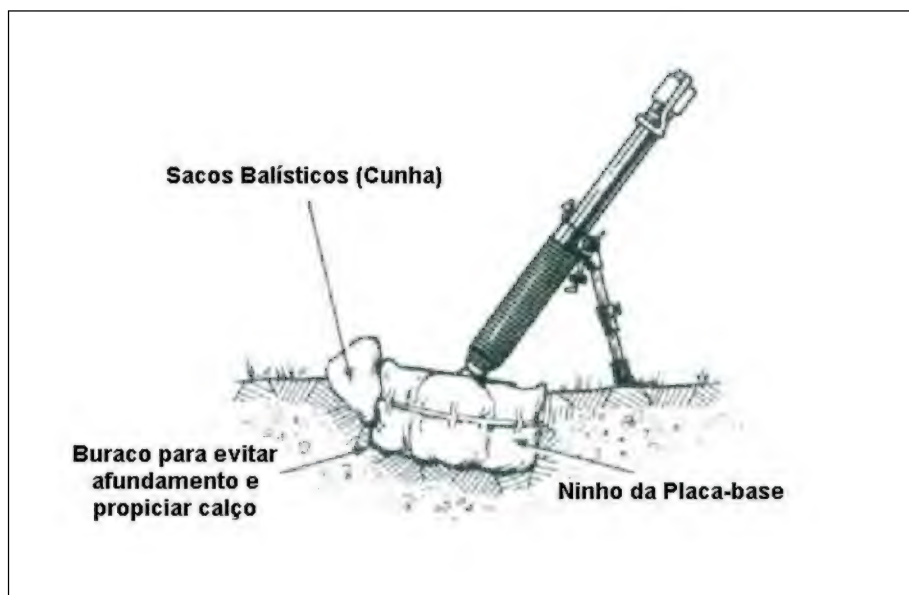
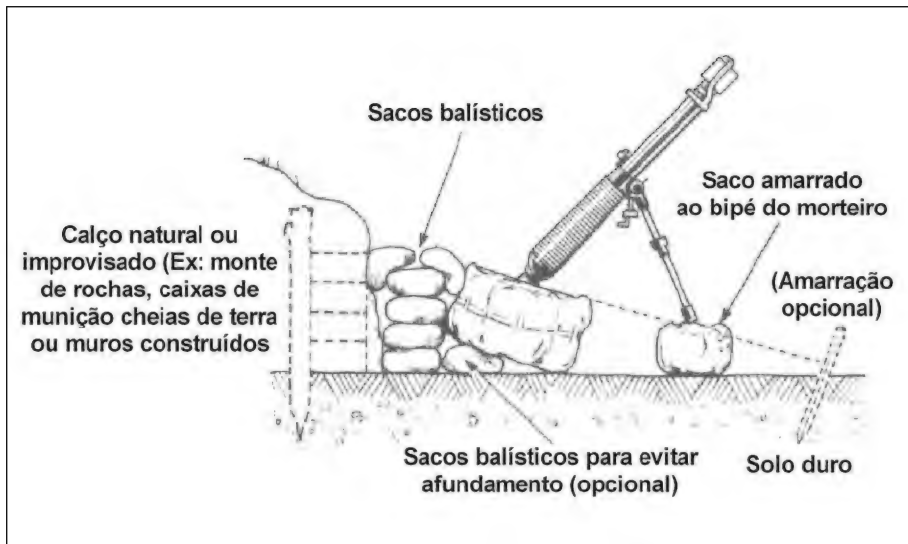
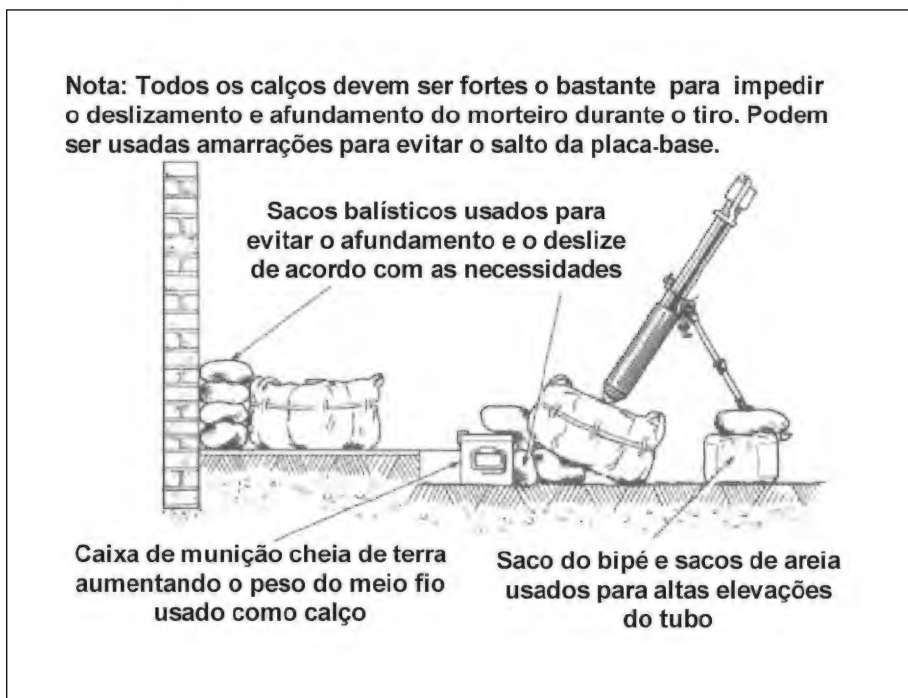

Fig 4-7. Preparação em Solos Fofos do Sistema
Fig 4-8. Preparação em Solos Duros do Sistema
Fig 4-9. Preparação em Áreas Construídas do Sistema
**d.** após uma completa e apropriada preparação é possível atirar em solos muito fofos, solos duros, assim como superfícies de concreto e cimento. (Fig 4-7) (Fig 4-8) (Fig 4-9).